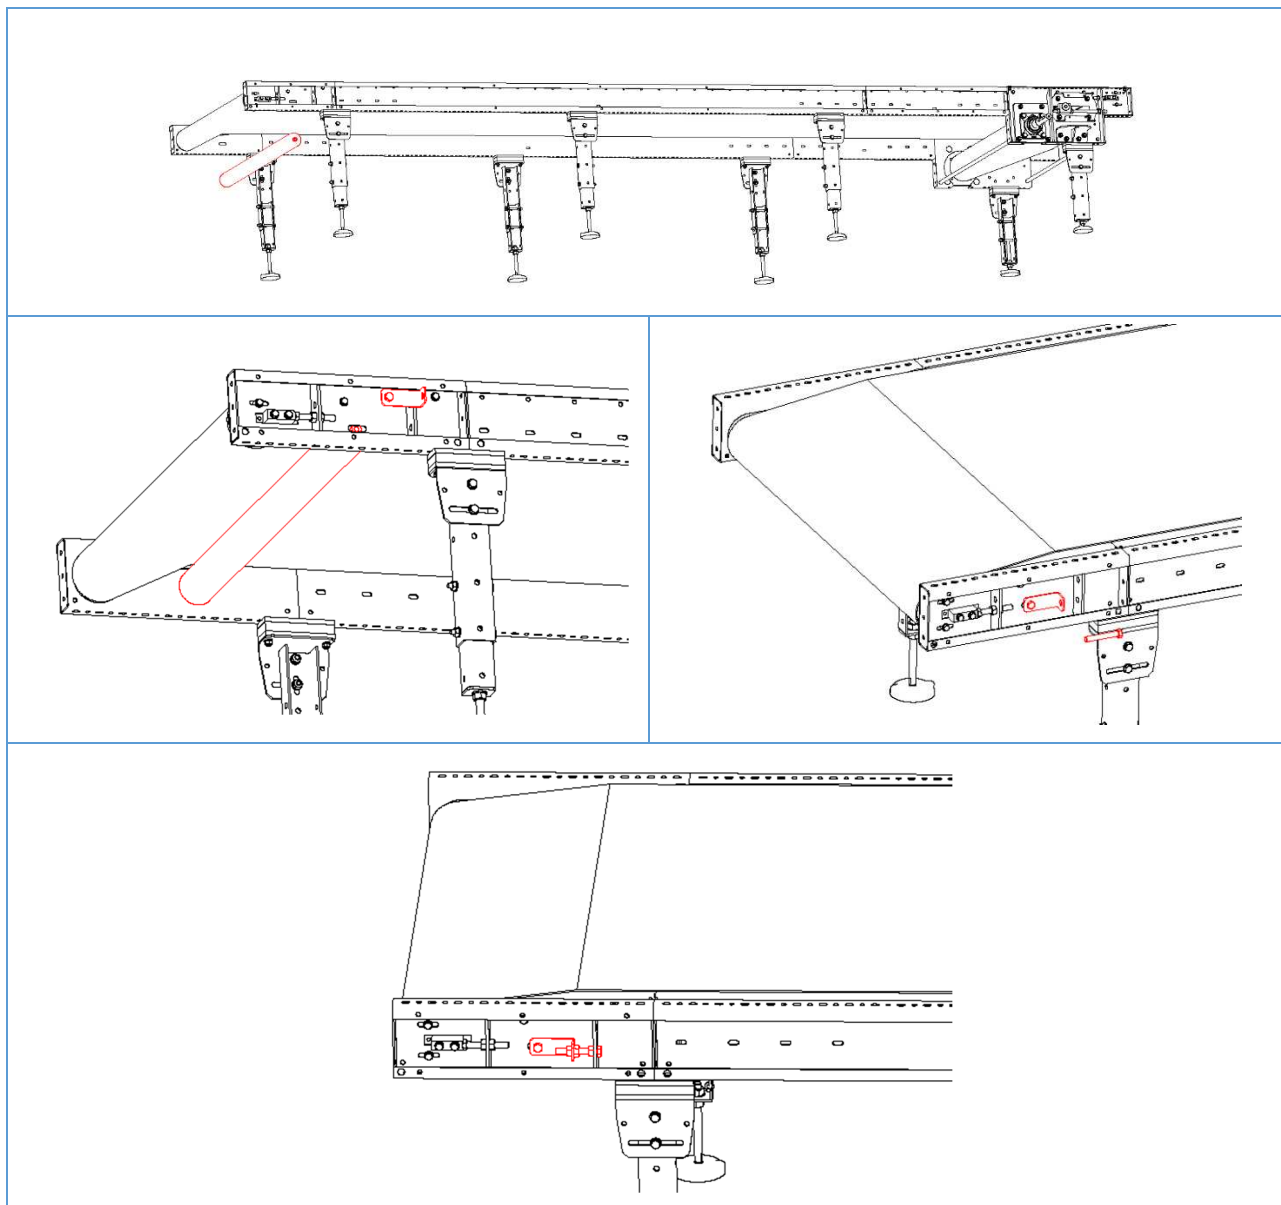

Figura 38 – Montaggio rullo di ritorno (D2)
12. Procedere ri assemblando il rullo di ritorno (D2) del modulo di rinvio. (vedi Figura 38)